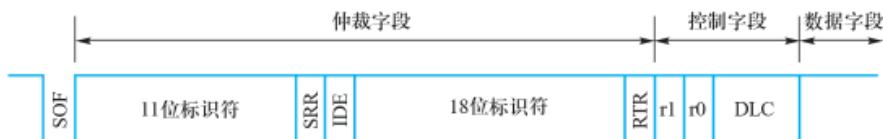

图 16.9 数据帧的扩展格式
①标识符的长度为 11 位。这些位按照从 ID10 到 ID0 的顺序发送。其中 ID0 位为最低有效位（least significant bit, LSB）。最高的 7 个有效位（most significant bit, MSB）（ID10~IDE4）不能都是“隐性”位。
②在数据帧中，RTR 位必须是‘显性’位。在远程帧中，RTR 位必须是‘隐性’位。对于扩展格式来说，该字段由标识符（identifier），代替远程请求（substitute remote request, SRR）位、标识符扩展（Identifier Extension, IDE）位和远程传输请求（remote transmission request, RTR）位构成，如图 16.9 所示。其中：